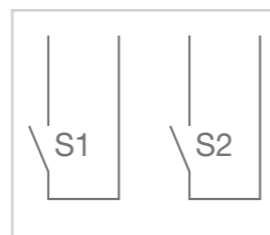

Bild 3: Anschlusschema
- Das Gehäuse-Unterteil (8) lagerichtig montieren.
- Anschlussleitung anschließen (Bild 3).
- Serientaster-Modul (7) in das Gehäuse-Unterteil (8) stecken bis die Befestigungsklammern einrasten.
- Dichtungsaufsatz (5) und Gehäuse-Oberteil (6) auf dem Gehäuse-Unterteil (8) montieren. Dazu die Bajonett-Schnellverschlüsse mit dem Schraubendreher durch eine 1/4 Drehung nach rechts im Gehäuse-Unterteil befestigen.
- Wippe (4) auf das Serientaster-Modul (7) aufstecken.